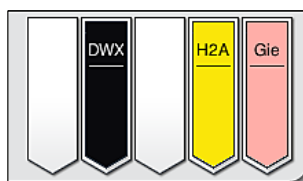

Fig. 89
- Dopo che un portavetrini ha esaurito il processo di colorazione, viene trasferito nel cassetto di uscita (→ "Fig. 19-4") e messo in posizione libera (→ "Fig. 89"). L'utente viene informato di questa operazione tramite un messaggio informativo e un segnale acustico.